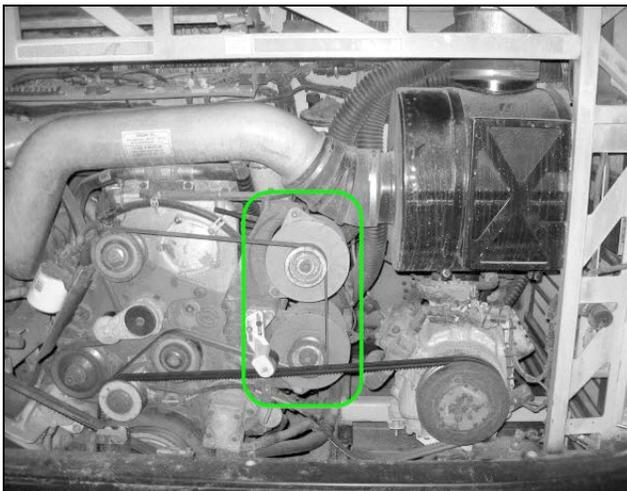

Fig.1 Alternateurs Bosch T1
1. Ouvrir le compartiment moteur et localiser l'ensemble de deux alternateurs (Fig.1).